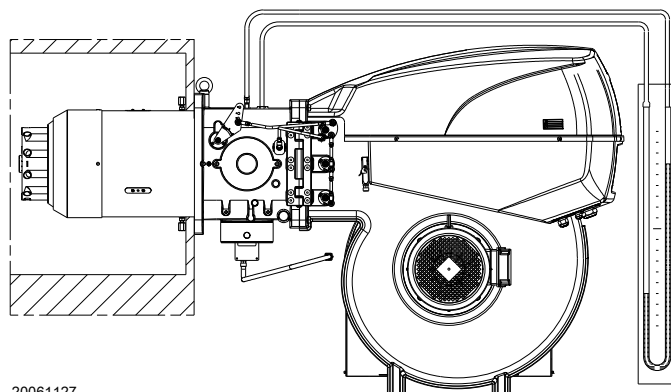

图 26
- 安装一个U型压力计或微分压力计 (图 26)，使其插座(+)端连接管路接口的燃气压力处，(-)端连接到炉膛。用来计算燃烧器最大出力。
燃气是否到达燃烧头可通过 U 型压力表查看（图 26）。